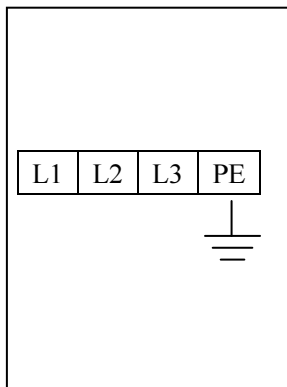

Рис. 16
- схема соединения: connection of power supply: провода для варианта «400В три фазы» подсоединены к клеммам 1, 2, 3. Заземление подсоединено к соответствующей клемме. (рис. 16)